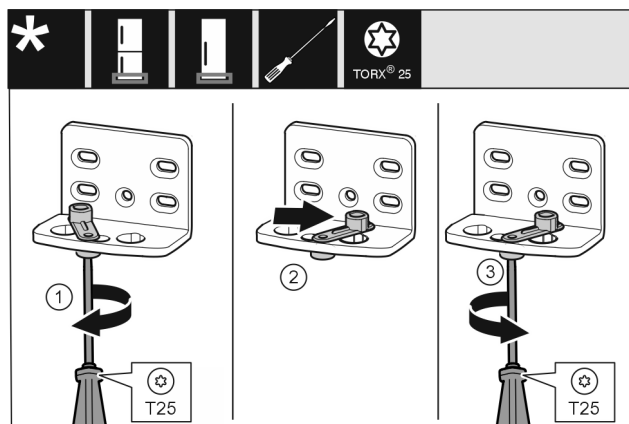

Fig. 23
- ▶ Vijake rahlo privijte z izvijačem T25. Fig. 23 (1)
- ▶ Pripomoček za zapiranje vrat dvignite in v izvrtini zavrtite za 90° v desno. Fig. 23 (2)
- ▶ Trdno privijte vijak z izvijačem T25. Fig. 23 (3)